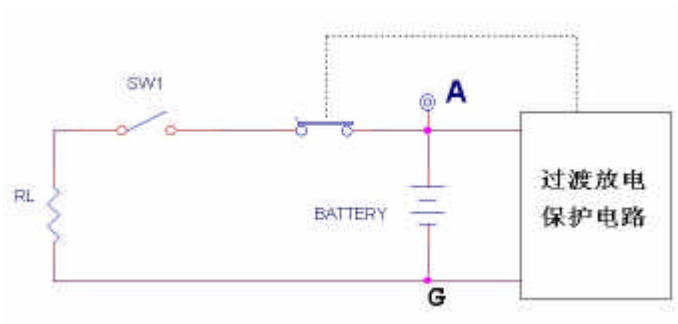

图 1
测量电路如图 1 所示，当开关 SW1 合上时，电池通过电阻 RL 放电。过渡放电保护电路的作用是避免电池被过渡地放电，因为那样容易损坏电池，当电池电压低到某一个设定值时，该电路将负载与电池断开，以保护电池。
2. 然后选择 ZDS1002 的任一个垂直通道(例如 A) 将其探头连接到图 1 中 A 点和 G 点之间(探头地线接 G 点)，将另一个通道置为 OFF。